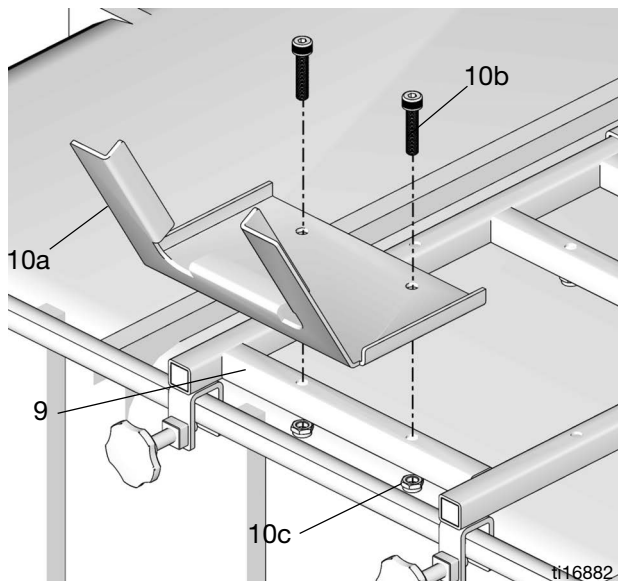

FIG. 15
1. Instale la guía de carrete de manguera (10a) en el soporte superior (9) y fije en su lugar con los tornillos (10b) y tuercas (10c) (FIG. 15).